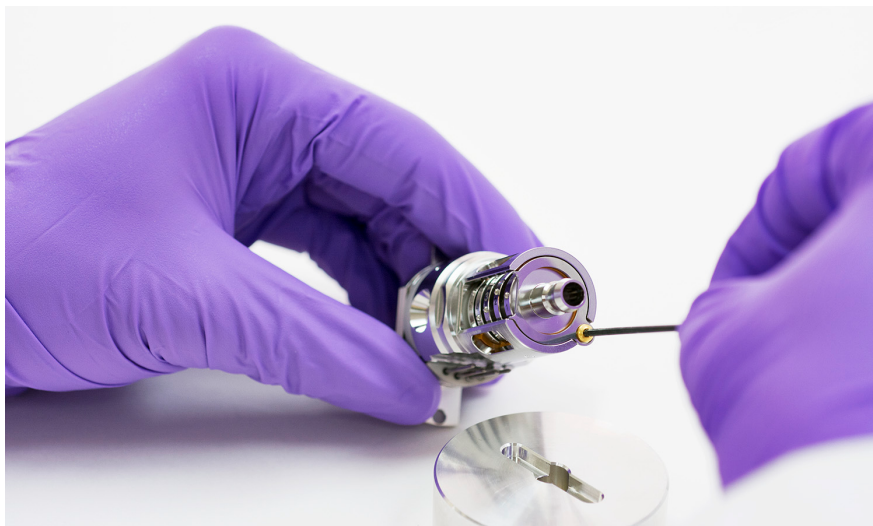

図 54 レンズのネジとインシュレータのロックリングを固定する
- 4 Torx T6 ドライバを使って、金メッキの固定ねじとロックリングレンズインシュレータでレンズアセンブリを正しい位置に取り付け、固定します。(167 ページの図 54 を参照してください)。